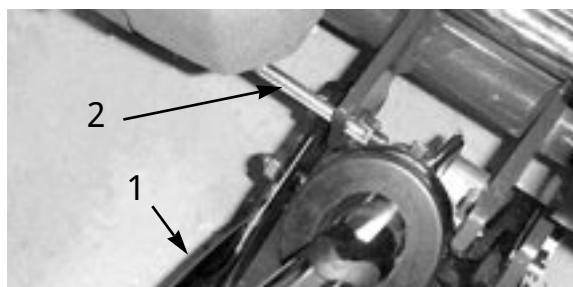

図 11
2. キック・スタンドを立て、キック・スタンド取り付けボルトの上にあるフレームの穴に、6 mm 径のピンを差し込む（図 11）。